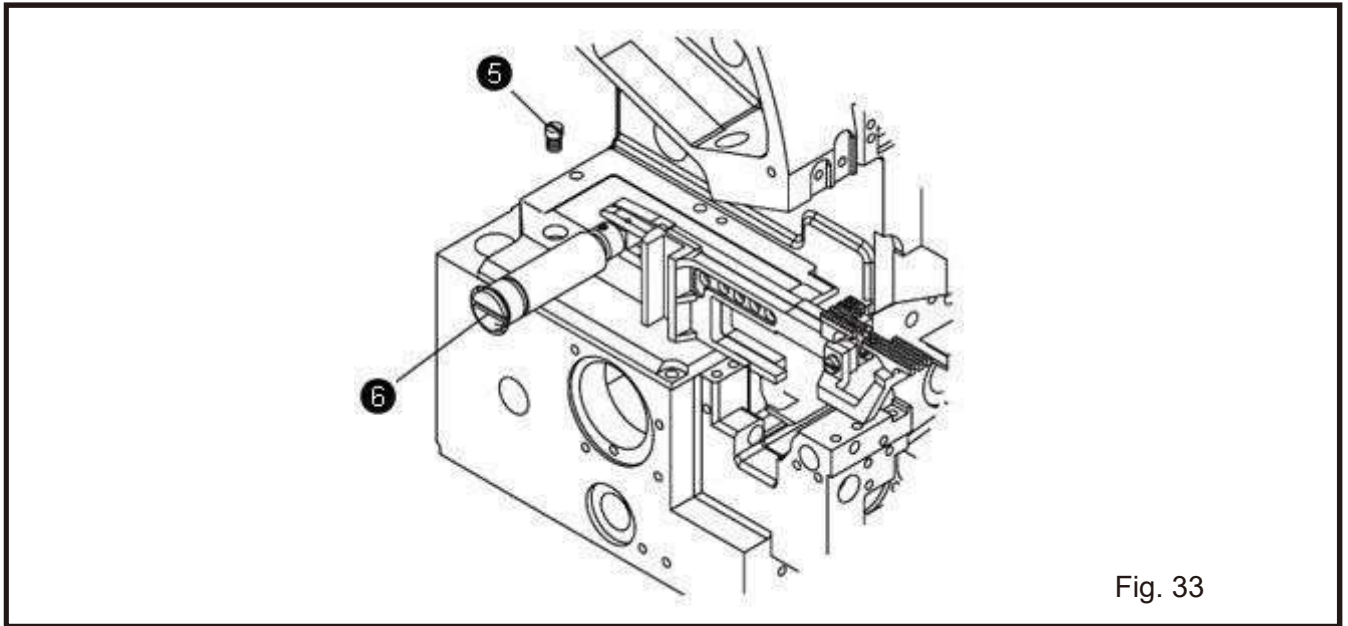

Fig. 33
2. Regule o arrastador horizontalmente (Fig. 33)